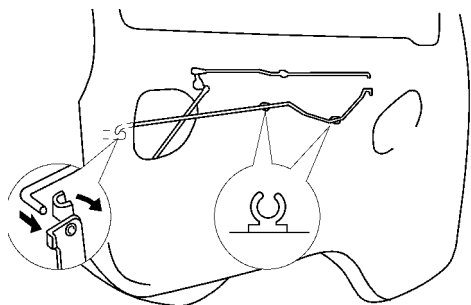

图 17-44 安装开门控制杆
(9) 安装开门控制杆。用夹扣将控制杆连接到车门锁上，如图 17-44 所示。